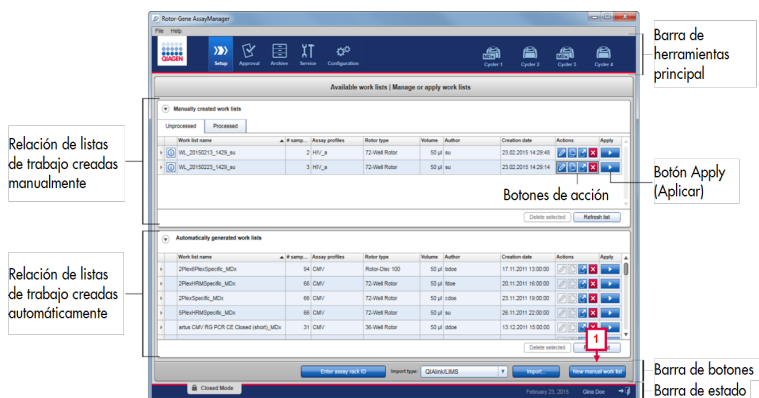

Figura 8. Ventana principal de Rotor-Gene AssayManager. El recuadro 1 indica el botón **New manual work list** (Nueva lista de trabajo manual).
7. Seleccione **New manual work list** (Nueva lista de trabajo manual) en la ventana principal para crear una nueva lista de trabajo (Figura 8, indicado por el recuadro 1).